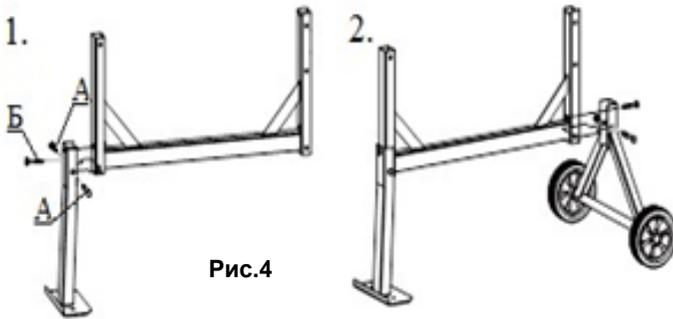

Рис.4
3. Сборка рамы (рис.4).
- 3.2. Закрепите его крепежным комплектом №2. Для этого вставьте в отверстия два болта М8х65 с шайбами (А; рис.4) и накрутите гайки с другой стороны.
- 3.3. Заверните болт М8х55 (Б; рис.4) с шайбой в гайку в раме. Затяните плотно гаечным ключом.